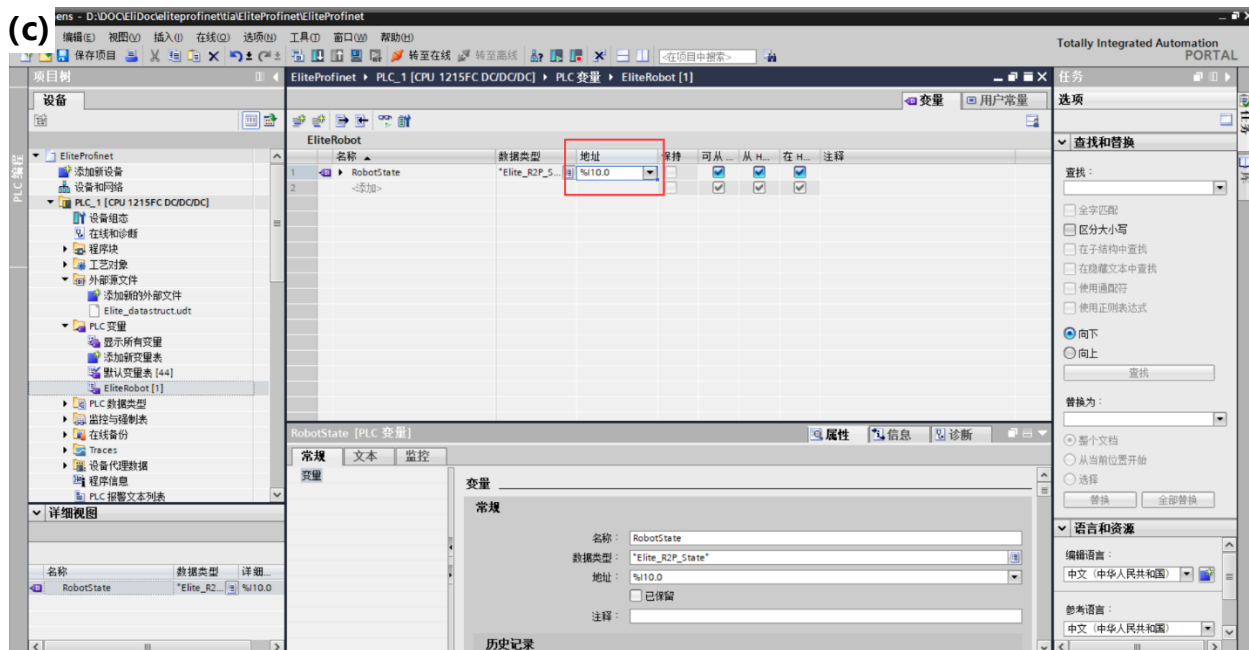

图 15-8 添加变量
1) 左侧项目树中选择 PLC 变量, 可“添加新变量表”或者直接选择“默认变量表”。随后便可在相应变量表中添加变量: 填入名称和选择数据类型, 如图 15-8 (a) 所示, 想要获取机器人的状态, 则选择“Elite_R2P_State”类型。
2) 左侧项目树中双击“设备和网络”并双击“elite-dev”选择插槽 1 中的“R2P_State_1”, 选择“IO 变量”, 记下第一个变量的地址, 如图 15-8 (b) 所示, 是“%I10.0”。
3) 回到变量表中，将刚刚记录下的地址填入变量地址，如图 15-8 (c) 所示。以此类推，可以将十个插槽中的变量添加。